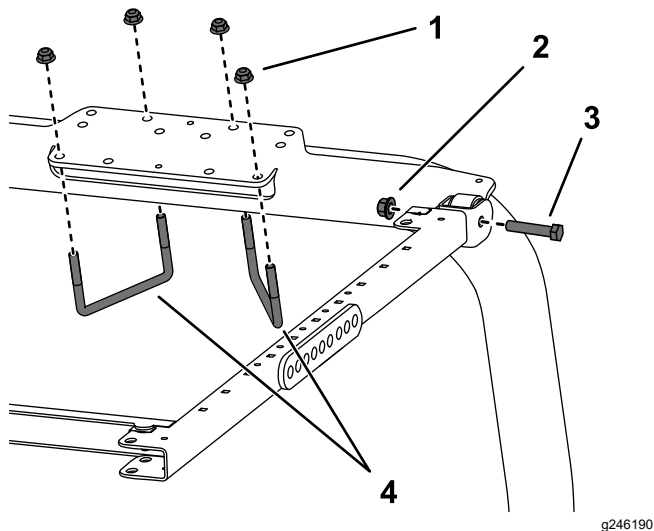

図 31
7. ROPS 取り付けブラケットを、トラクションユニット ROPS の上部にセットする 図 31。ROPS が ROPS 取り付けブラケットの中央にあることを確認してください。
8. 図 31 に示されている取り付け穴を利用して、ROPS 取り付けブラケットを ROPS 上部に固定する U ボルト $4\frac{1}{2}$ x $2\frac{3}{4}$ " 2 本とフランジナット 4 個を使用する。